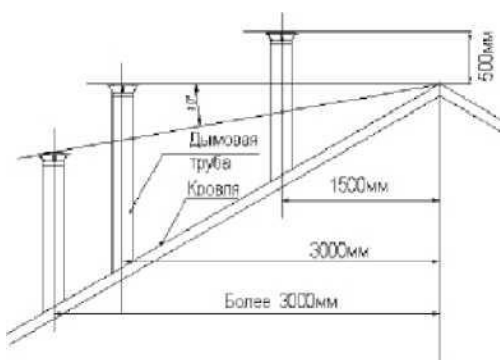

Рис. 1.
4.8. Возвышение дымовых труб над кровлей следует принимать: (см. рис. 1)